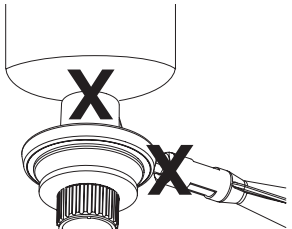

Figura 4
4. La perilla tiene que estar en la posición "LOCK OFF" (apagado con cierre puesto), vea la Figura 4.